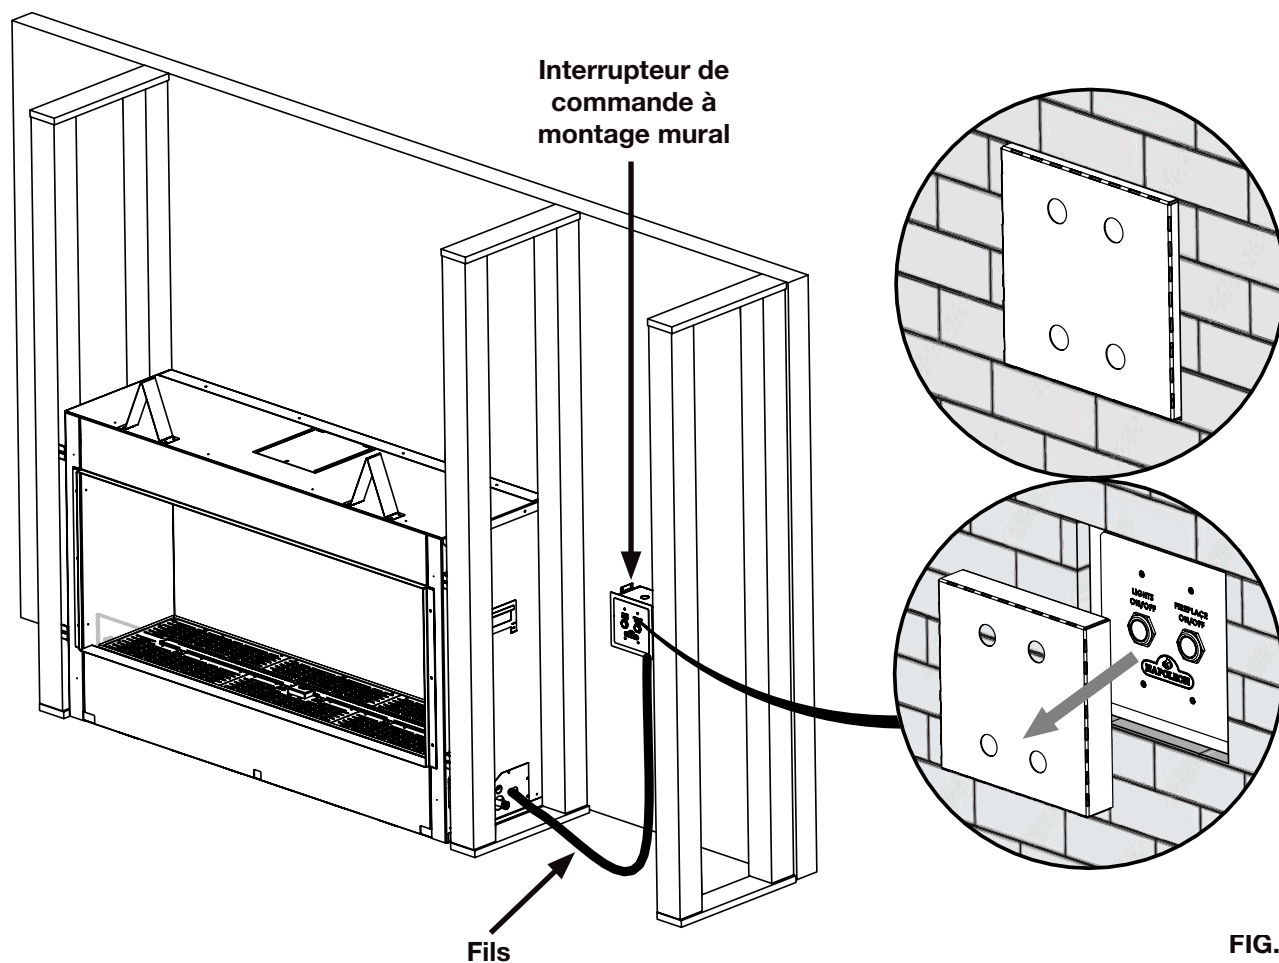

FIG. 3
3. Installez l'interrupteur de commande en utilisant les onglets de clouage et le fil de 20 pieds (6 m) fourni. Notez que les onglets peuvent être pliés pour l'installation si nécessaire (FIG. 3).
4. Retirez le gabarit après avoir installé les matériaux de finition (FIG. 3).